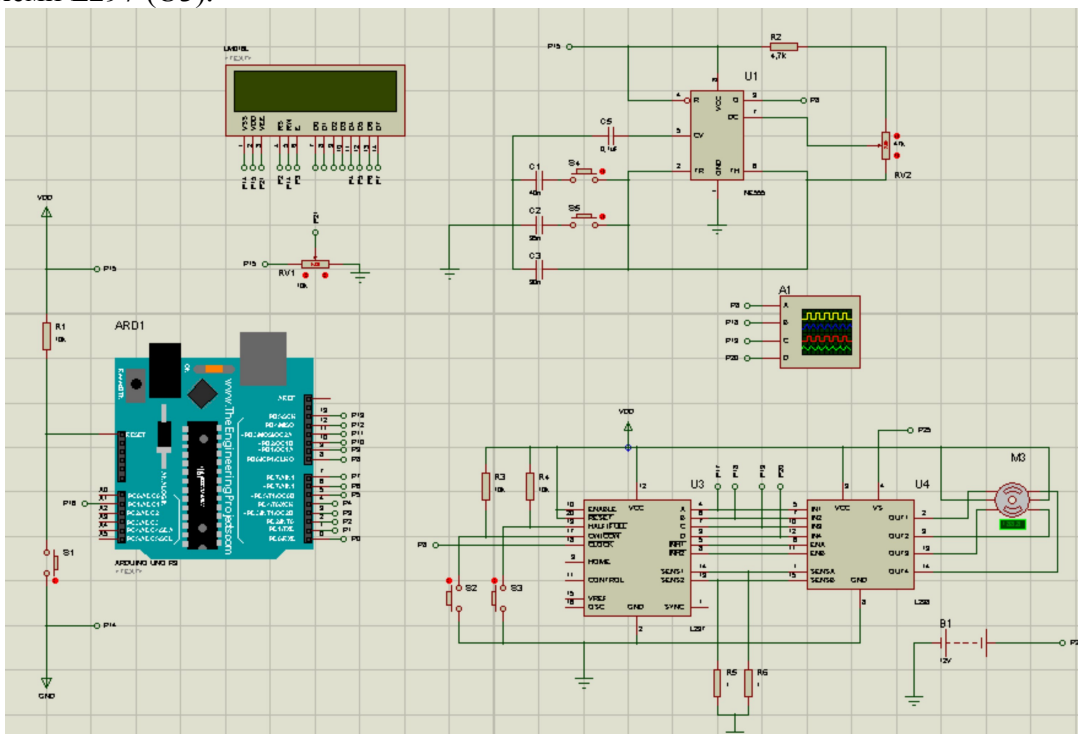

Рис. 6
На побудованій схемі (рис. 6) прямокутні імпульси з виходу генератора керованого напругою (U1) поступають на лінію PD6 порту PD мікроконтролера, а також на вхід CLOCK мікросхеми L297 (U3).
1. Побудувати схему електричну принципову відповідно до рис. 6 з використанням програмного середовища Proteus VSM. Зберегти робочий проект.
1. Для створеного проекту (рис. 6) внести зміни у скетч з прикладу так, щоб на LCD індикатор виводилося значення частоти «frequency» генератора U1 та одиниці вимірювання «Hz».